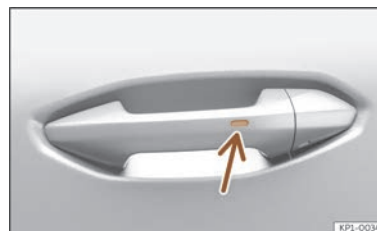

Abb. 88 Türgriff: Sensorfläche.
- **ODER:** mit dem Keyless Access-System (nur Schließen): Finger einige Sekunden auf der Sensorfläche zum Verriegeln >>> (Abb. 88) (Pfeil) im Türgriff halten, um die Fenster und das Schiebedach zu schließen. Sobald Sie die Sensorfläche nicht mehr berühren, wird die Schließfunktion unterbrochen.
Halten Sie einige Sekunden lang einen Finger über die Verriegelungssensorfläche >>> (Abb. 88) (Pfeil) am Türgriff, damit das Dach geschlossen wird. Sobald Sie die Sensorfläche nicht mehr berühren, wird die Schließfunktion unterbrochen.